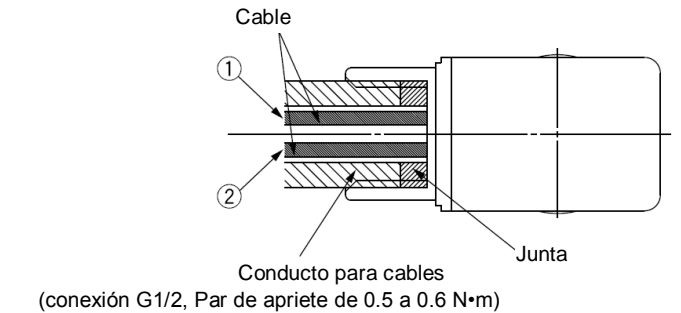

Figura 7
- Apriete el conducto al par de apriete mostrado en Figura 7.